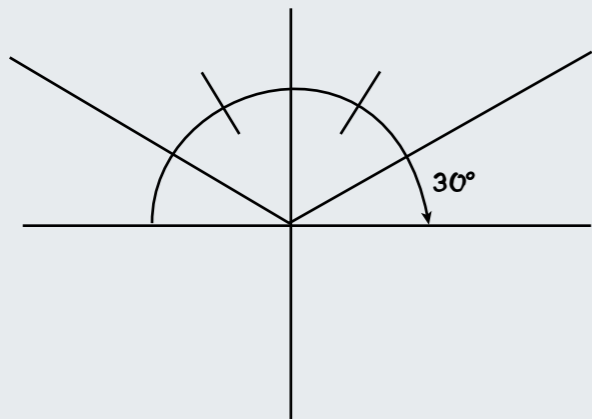

Figura 4
- a partir da divisão da circunferência em três partes iguais (Figura 4);